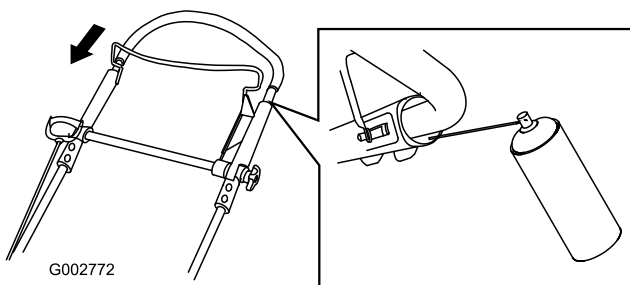

Figura 44
2. Empuje completamente hacia abajo el manillar superior y rocíe la superficie de plástico interior del manillar exterior (Figura 44).